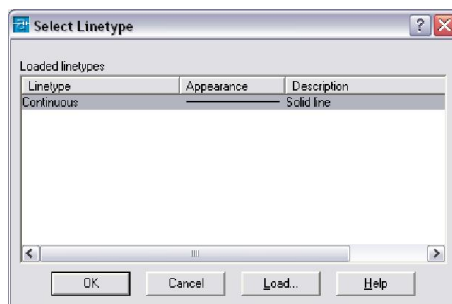
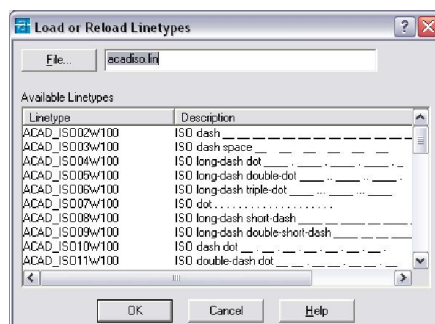

Рисунок 9.6 – Вибір типу лінії
Рисунок 9.7 – Доступні типи ліній
6. Linetype. Тип лінії (рис. 9.6). Цей параметр дозволяє вибрати тип лінії. Але за умовчанням, у кресленні AutoCAD пропонується лише один тип ліній – continuous (продовжена). Всі інші лінії зберігаються в окремих файлах, і в програмі є спеціальна бібліотека типів ліній, які для використання треба завантажити в креслення. При натисканні на назву типу з'являється вікно, зображене на рис. 9.7. У ньому перераховані всі завантажені на цей момент типи ліній. Щоб додати нові типи ліній до списку, потрібно натиснути на кнопку load (завантажити).
У цьому вікні слід вибрати потрібну лінію, натиснути кнопку ОК, вікно зникне, та у вікні на рис. 9.6 з'явиться у списку новий рядок. Тепер потрібний тип лінії слід вибрати ще раз, і знову натиснути кнопку ОК. Тип лінії заданий.